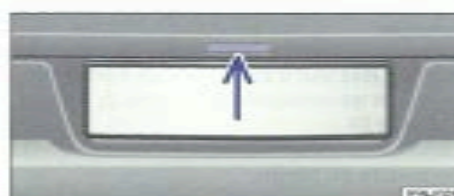

Fig. 33 Dans le hayon : touche d'ouverture du hayon.
- Appuyez sur la touche ⇒ Fig. 33 (flèche) et ouvrez le hayon.